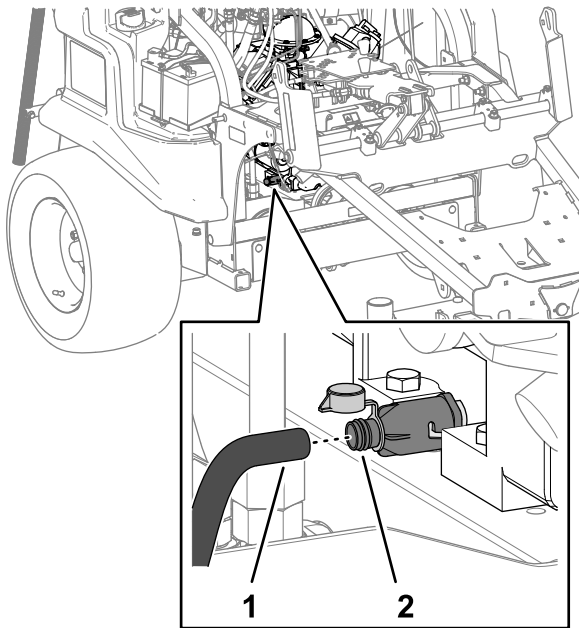

Figure 77
4. Retirez le capuchon de la vanne de vidange d'huile, branchez le flexible de 13 mm (½ po) sur le raccord cannelé de la vanne, et placez l'autre extrémité du flexible dans un bac de vidange (Figure 77).
5. Ouvrez la vanne de vidange en la tournant légèrement dans le sens antihoraire et en la tirant vers l'extérieur (Figure 77).